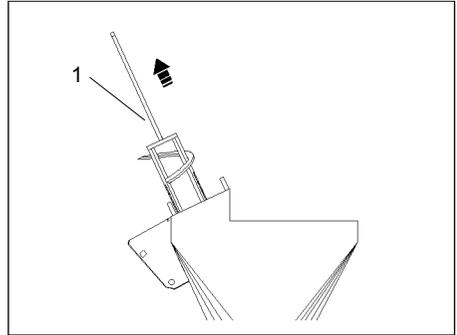

FIG.9 (Estrazione del miscelatore)
- 1) Estrarre il miscelatore (**FIG.9-Rif.1**) dalla camera di miscelazione;